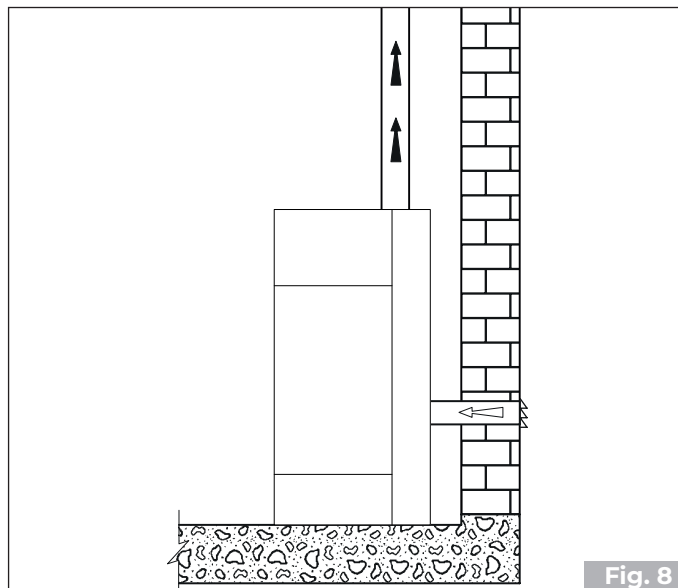

Fig. 8
- provenire direttamente dall'esterno con collegamento diretto alla camera di combustione (**Fig. 8**).
- collegare l'ingresso dell'aria comburente dell'apparecchio alla presa d'aria con un apposito condotto (**Fig. 8**).